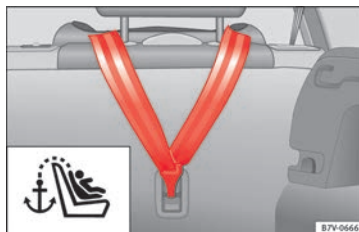

Fig. 39 Ceinture de fixation supérieure accrochée dans le coffre.
- Accrochez la ceinture supérieure de fixation à l'envers du dossier du siège arrière dans l'anneau de retenue correspondant (pour Top Tether) du dossier » fig. 39.